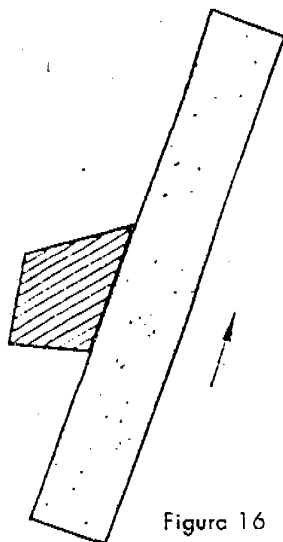

Figura 16
- a. Afíle la cara de incidencia lateral (Figura 16).